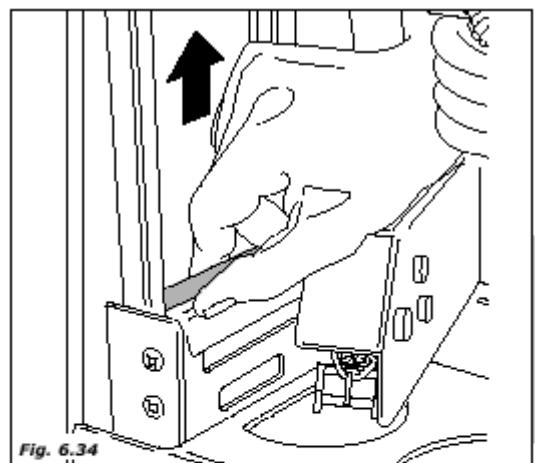

Fig. 6.34
- выньте металлический груз из устройства хранения (рис. 6.34)